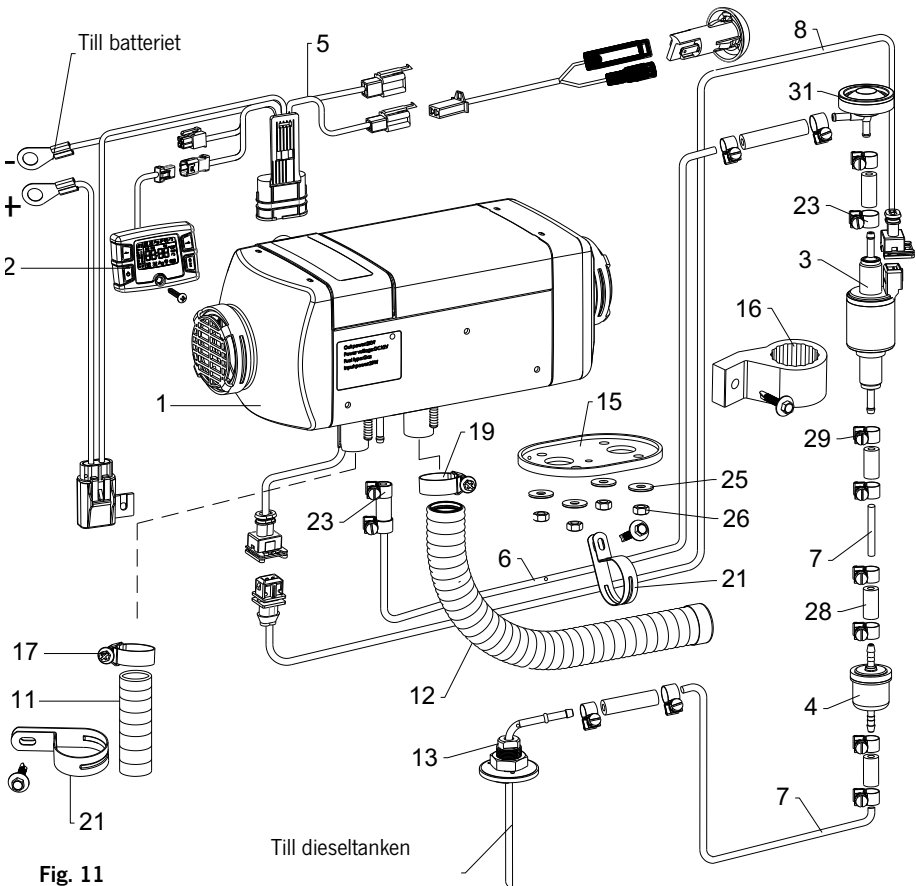

Fig. 11
26. VanHeat 2.0-DH | Produktinformation | Lista över reservdelar (se fig. 11)